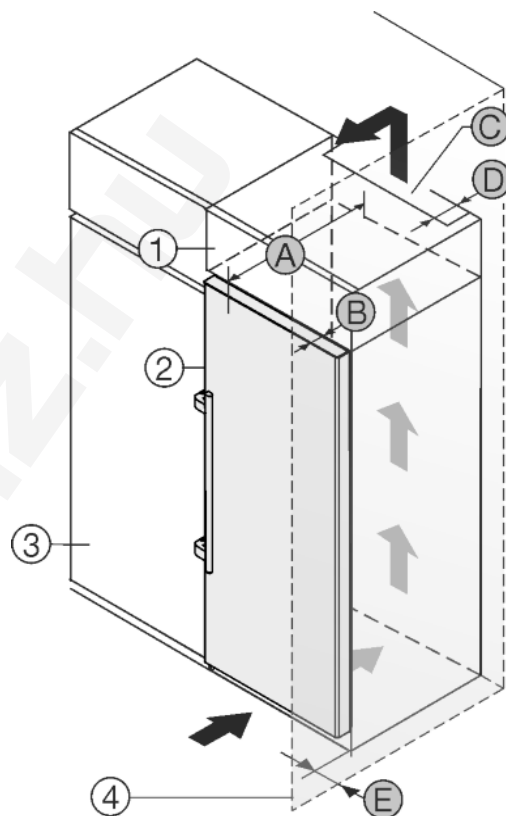

Fig. 28
A készüléket körbe lehet építeni konyhaszekrényekkel. Rá lehet szerelni egy rátétszekrényt Fig. 28 (1), hogy a készüléket Fig. 28 (2) a konyhabútorok magasságához igazítsa.
A készüléket közvetlenül a konyhaszekrény *Fig. 28 (3)* mellett is felállíthatja. Ahhoz, hogy az ajtókat teljesen ki tudja nyitni, a készüléknek a konyhaszekrény elülső oldalához képest legalább a mélységnek *Fig. 28 (B)* megfelelően ki kell állnia. A konyhaszekrények mélységétől és a fal távolságtartók használatától függően a készülék nagyobb mértékben is kiállhat.
- A rátétszekrény hátoldalán egy mélységű *Fig. 28 (D)* szellőző aknákat kell a rátétszekrény teljes szélességében kialakítani.
- A mennyezett alatt be kell tartani a szellőző keresztmetszetet *Fig. 28 (C)*.
Mikor a készüléket a csuklópántokkal egy fal *Fig. 28 (4)* mellett állítja fel, akkor a készülék és a fal közti távolságot *Fig. 28 (E)* be kell tartani. Ez nyitott ajtó esetén megfelel a fogantyú túlnyúlásának.